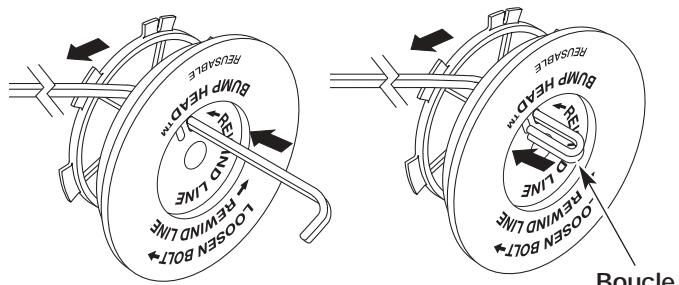

Figure 18
8. Découpez environ 3,65 m (12 pi) de fil neuf. Insérez une extrémité de fil dans l'un des deux trous du moulinet intérieur (Fig. 18). Tirez le fil jusqu'à ne laisser que 10 cm (4 po) environ.
9. Insérez l'extrémité du fil dans le trou ouvert du moulinet et tirez sur le fil pour que la boucle soit le plus petit possible (Fig. 18).